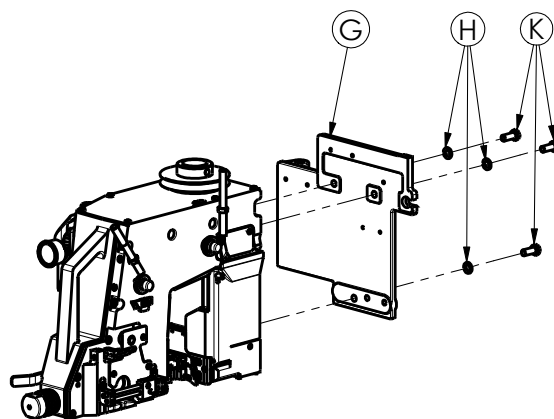

Fig. 4
Attach the sewing machine with three machine fastening screws (K, Fig. 4) and three locking rings (H) to the hinged mounting plate (G).
Montieren Sie die Nähmaschine mit drei Maschinenbefestigungsschrauben (K, Fig. 4) und drei Federringen (H) an die schwenkbare Aufnahmeplatte (G).